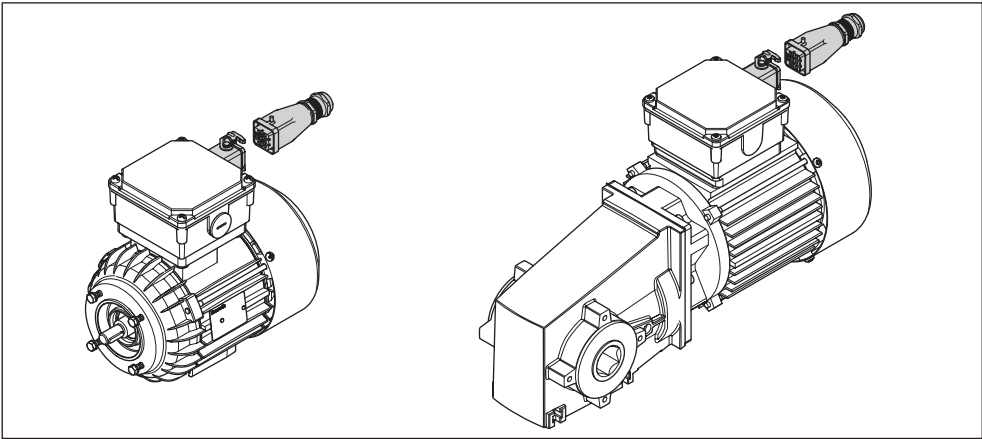

Fig. 12: Opção de conexão do motor com plugue (AT = S)
- Opção de conexão do motor com plugue (AT= S), ver Fig. 12 na página 20. Observe o pré-fusível!